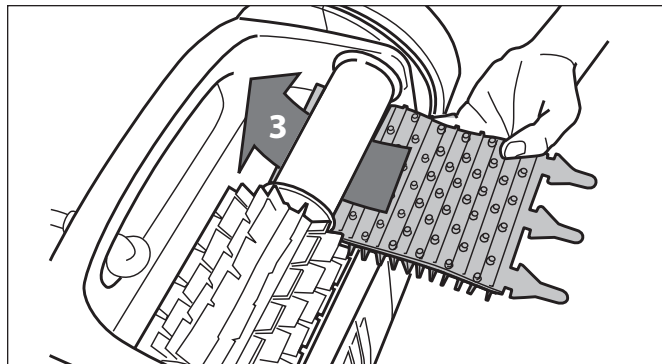

Figure 33. Installer les nouvelles brosses
3. Pour installer une nouvelle brosse, placer la nouvelle brosse sur le rouleau avec les pointes vers le bas. Se référer à la Figure 33.